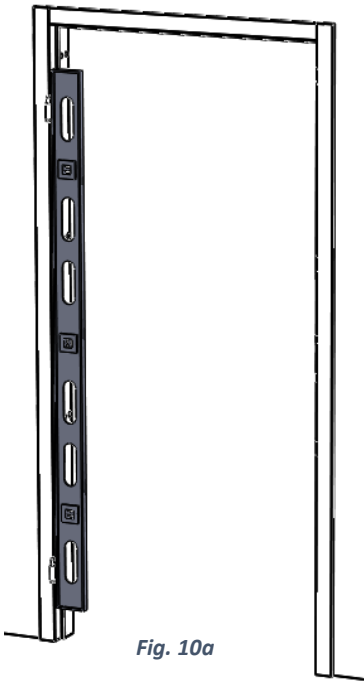

Fig. 10a
10. Justera gångjärnssidan genom att vrida på karmhylsorna. Ett varv = 2mm. Kontrollera med långt vattenpass, se fig. 10a. Justera ut övriga karmhylsor i gångjärnssidan och fäst med förankringsskruvar. **OBS! Vid EI60 ska samtliga karmhylsor fästas i vägg med förankringsskruv.**